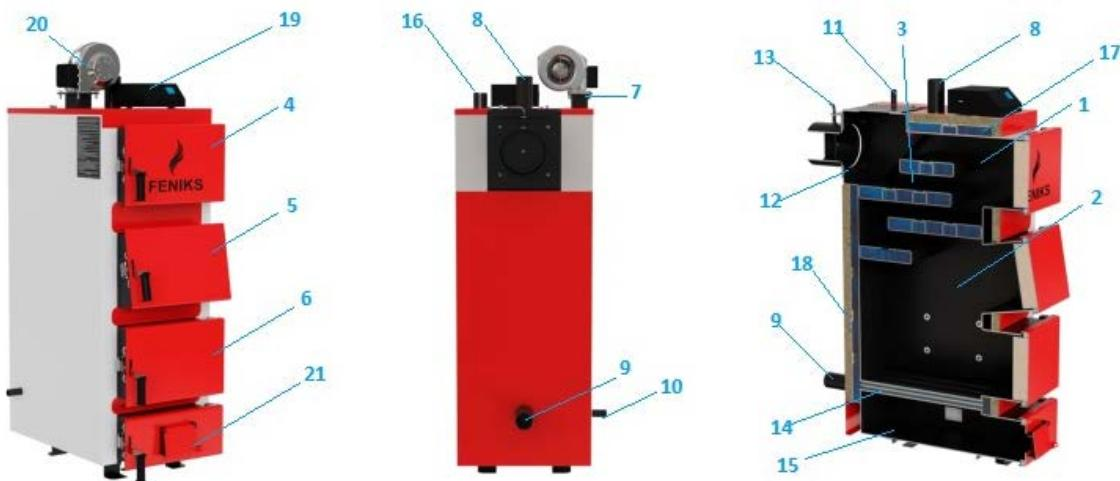

Рисунок 2 – Зовнішній вигляд та основні елементи котла
Конструктивно котел являє собою збірно-зварену конструкцію, що складається з корпуса (поз. 1, рис. 2) з камeroю згоряння (топкою) (поз. 2, рис. 2). Конвекційна частина котла складається з багатоходового теплообмінника (поз. 3, рис. 2) комбінованого типу – чотирьох горизонтальних полиць. Теплообмінник розташований безпосередньо над топкою.
Корпус котла виконаний в формі паралелепіпеду з подвійними стінками, які розділені водними перегородками (поз. 17, рис. 2). На зовнішній поверхні корпуса під декоративною обшивкою закріплена теплова ізоляція. (поз. 18, рис. 2).
Паливо для процесу спалення завантажується на колосникові грати (поз. 14, рис. 2) крізь завантажувальні дверцята (поз. 5, рис. 2). Колосникові грати виконані з товстостінних безшовних труб по яких постійно циркулює вода з водяної оболонки котла. Згоряння палива в топці відбувається за участю повітря, яке постачається під колосникові грати припливним вентилятором (поз. 20, рис. 2). Кількість повітря, необхідного для процесу згоряння, регулюється автоматично блоком автоматики управління (поз. 19, рис. 2), або за допомогою терморегулятора.
Підведення і відведення теплоносія здійснюється відповідно через патрубки зворотної мережної води (поз. 9, рис. 2) і прямої мережної води (поз. 8, рис. 2).
Топочні гази виходять у димохід крізь боров (поз. 12, рис. 2), розташований у задній частині котла. Боров обладнано вбудованим дросельним клапаном продуктів згоряння – шибером (поз. 13, рис. 2). У випадку надто високої тяги у димоході шибер дає можливість її знизити шляхом часткового перекривання вихідного отвору борова.
Зола, яка утворюється в процесі згоряння палива, зсипається в нижню частину корпуса котла в якій розташована висувна полиця для золи – зольник (поз. 15, рис. 2).
- з вентилятором та блоком автоматичного управління – припливним вентилятором (поз. 20, рис. 2) під колосникові грати по каналу подачі повітря. Кількість повітря, необхідного для процесу згоряння, регулюється автоматично контролером (поз. 19, рис. 2).
У верхній частині корпуса котла розташований штуцер для встановлення запобіжного клапана або групи безпеки котла (поз. 11, рис. 2).
Для можливості встановлення вентилятора зверху корпуса котла, передбачений отвір, який заглушено кришкою (поз. 7, рис. 2).
Ревізійний дверцята (поз. 6, рис. 2), що розташовані на передній стінці котла, необхідні для періодичного чищення колосниковых грат, а також для можливості спорожнення – зольника. В серії «plus» мають отвір з кріплінням для пелетної горілки.
Для можливості періодичного обслуговування (чищення) теплообмінника передбачені дверцята у верхній частині котла (поз. 4, рис. 2).
Регулятор тяги необхідно приєднати до патрубка з внутрішньою різьбою, який знаходиться у верхній частині корпусу (рис. 2). Різьбове з'єднання при цьому потрібно ущільнити. Регулятор повернути таким чином, щоб наконечник для закріплення шестигранного важеля (з комплекту регулятора) був направлений вправо.